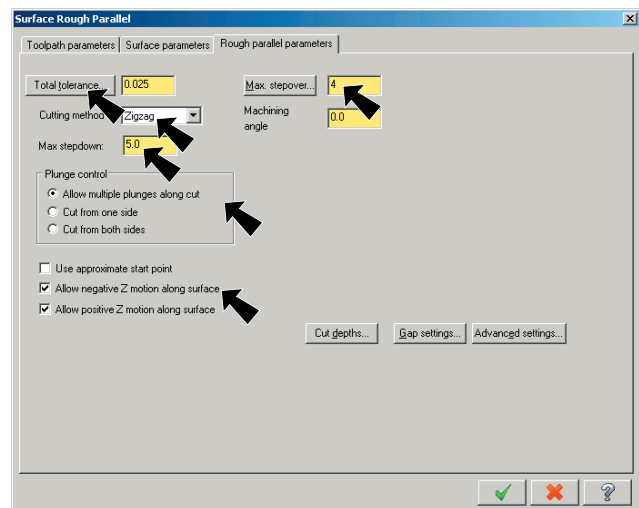

Fig. 76
Step 9. Set **Max Stepover: 4** **Fig. 76**
Step 15. Click the **Total tolerance** button, **Fig. 76**.